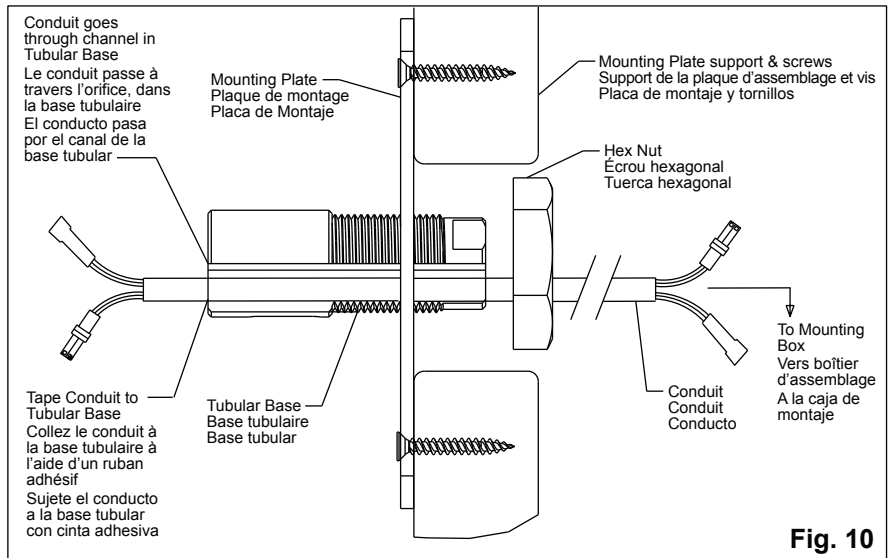

Fig. 10
9. Fish conduit through tubular base and tape conduit to tubular base to ensure it does not fall back behind the wall once drywall is in place. *See Figure 10.*
9. Insérez le conduit à travers la base tubulaire et collez-le dessus, à l'aide d'un ruban adhésif, pour veiller à ce qu'il ne tombe pas derrière la paroi une fois la paroi sèche en place. *Voir la figure 10.*
10. Tighten hex nut onto tubular base ensuring conduit in the middle of the hex nut is not being pinched. *See Figure 10.*
10. Serrez l'écrou hexagonal sur la base tubulaire en veillant à ce que le conduit au centre de l'écrou hexagonal ne soit pas bloqué. *Voir la figure 10.*